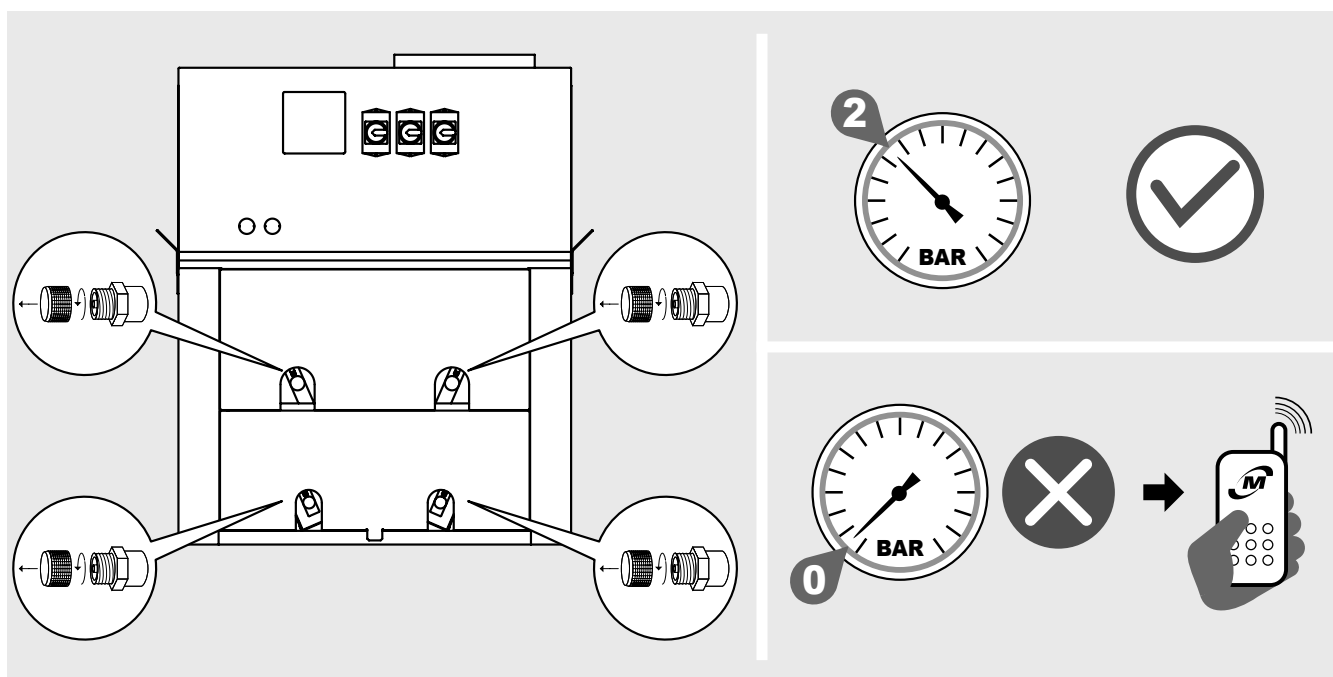

Figura 2
- 4.2 Los intercambiadores de los condensadores (PRV) y de las enfriadoras de gas (PRV*.*) se suministran con una precarga de aire seco de 2 bar y disponen de conexiones de carga de 1/4" SAE. Controlar la presencia de presión, en ausencia de presión comunicarse inmediatamente con Modine e indicar el problema en el documento de transporte. La falta de presión indica una pérdida causada por un daño sufrido durante el transporte. Observe la "Figura 2": en algunos modelos, la posición exacta de las conexiones también puede variar a petición del cliente.